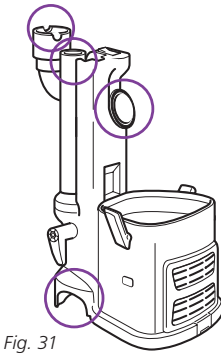

Fig. 31
- Enlevez le récipient à poussière et le tube de rallonge puis séparez le traîneau de la brosse à plancher motorisée. Regardez à l'intérieur des 4 orifices pour des obstructions. (Fig. 31)